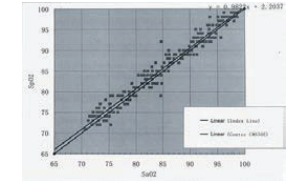
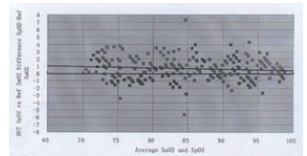

Figure 2. Graphique de régression de SpO₂
Figure 3. Graphique Bland-Altman
- Précision de la mesure : ±2 % pour la plage de 70 % ~ 100 % SpO₂, et négligeable à moins de 70 %. ±2 battements/min ou ±2 % (sélectionnez la valeur la plus importante) pour la fréquence du pouls. Essai clinique : Graphique de régression de SpO₂ et graphique Bland-Altman, consultez la Figure 2 et la Figure 3.